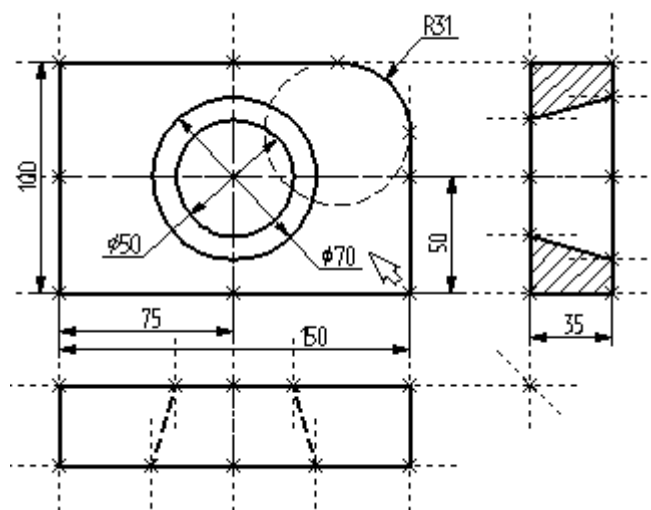

Рис. 1.71
3. Диаметры и радиусы проставляются также просто. В команде **Dimension** подведите курсор к нужной окружности и нажмите <C> или . Окружность выберется, и за курсором будет перемещаться изображение размера. Клавишами <R> и <D> или соответствующими пиктограммами  и  в автоменю вы сможете переключаться из режима простановки радиуса в режим простановки диаметра и обратно. Клавишей <M> можно задать вид проставляемого размера. Клавиша <Tab> поможет вам установить выносную полку в нужном направлении. После того, как вы укажете курсором на нужное место, нажмите , и после нажатия [OK] в диалоговом окне задания параметров размера на экране появится проставляемый размер. Прodelайте эту операцию для всех размеров на окружностях (рис. 1.71).